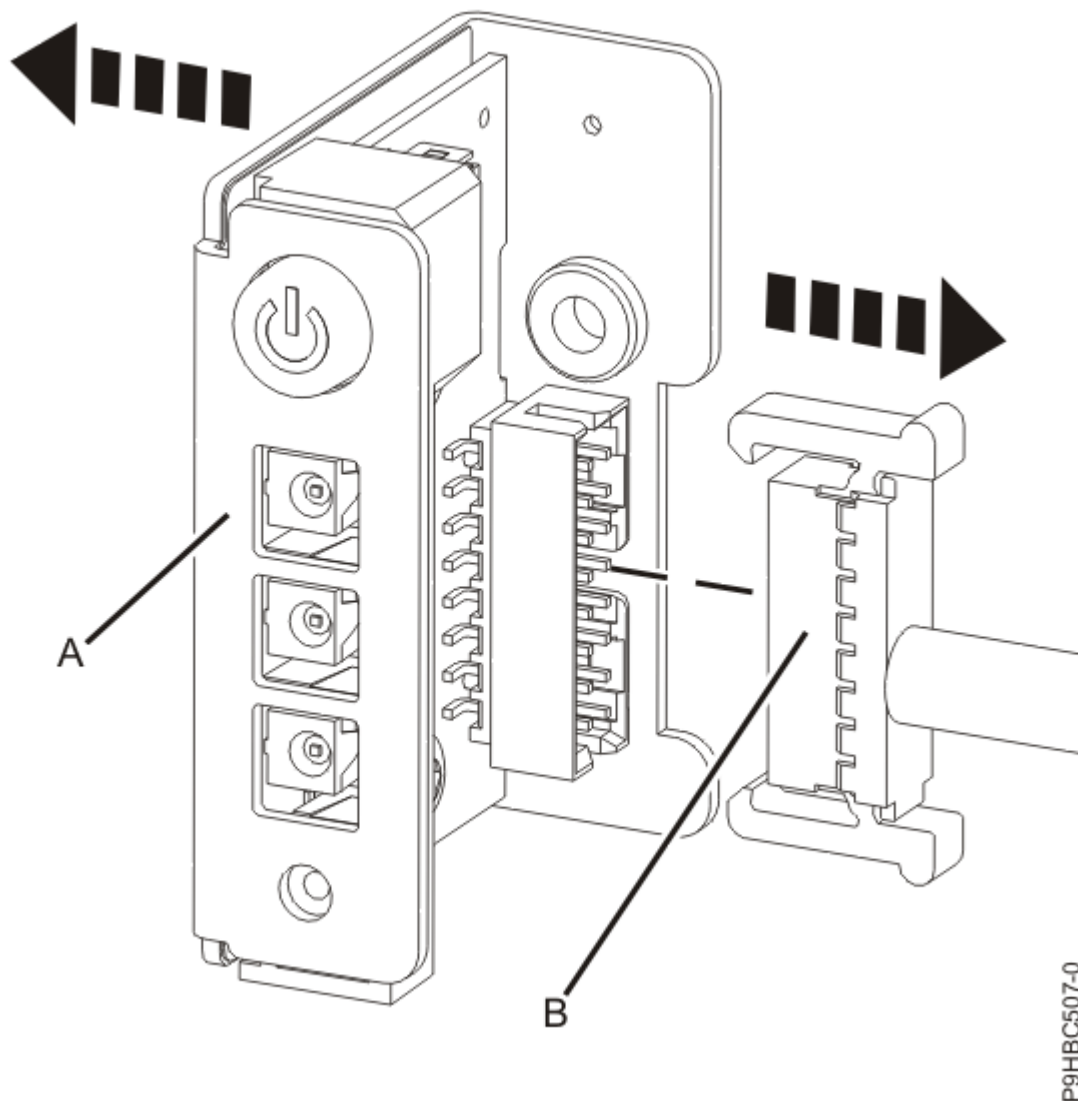

Abbildung 35. Kabel an der Steuerkonsole abziehen
7. Ziehen Sie das Kabel **(B)** von der Steuerkonsole **(A)** ab (siehe Abbildung 35 auf Seite 39).